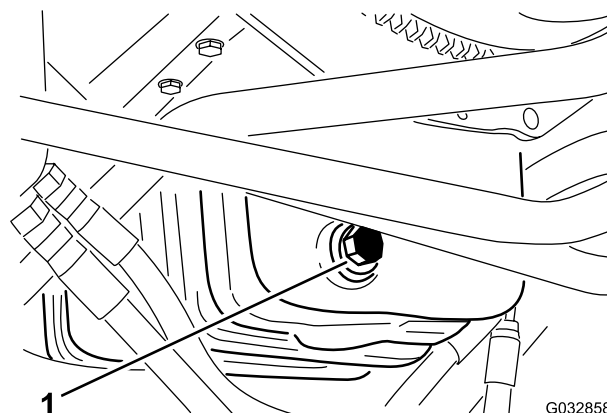

Bild 56
1. Entfernen Sie die Ablassschraube (Bild 56) und lassen Sie das Öl in die Auffangwanne ab.